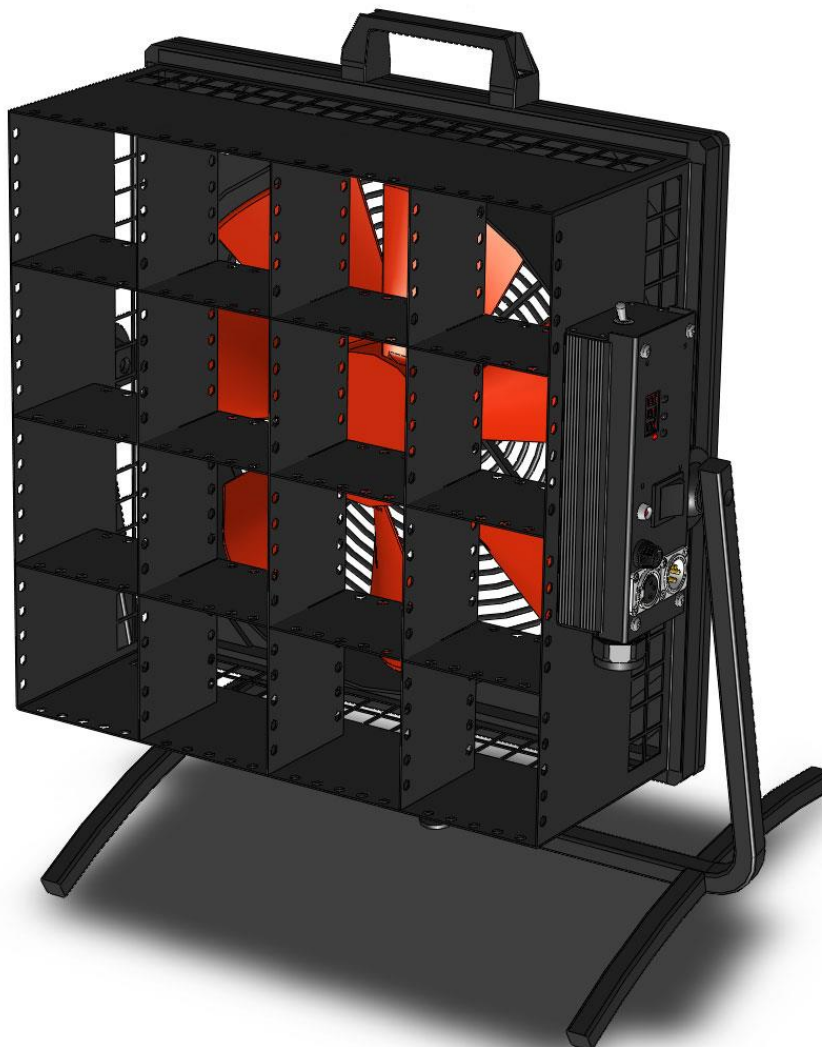

Рис. 1
- Вентилятор сценический PW-315-1 Passat Power Wind (см. Рис.1), в дальнейшем Устройство, предназначено для создания эффекта ветра в составе светотехнической аппаратуры театральной и концертной деятельности внутри помещения.